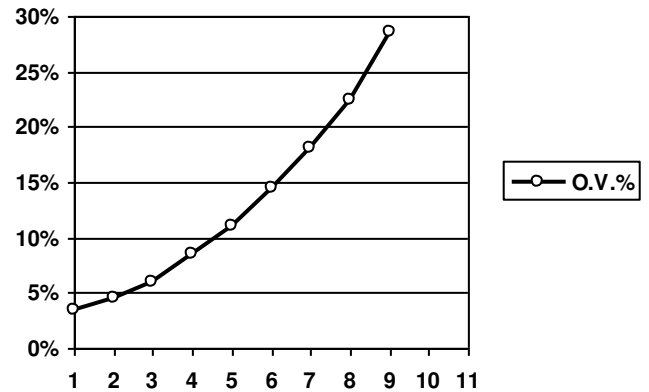

fig. 19
-) Con riferimento alla fig. 19, tarare il trimmer P2-
-) Using fig. 19 as a guide, calibrate the P2-